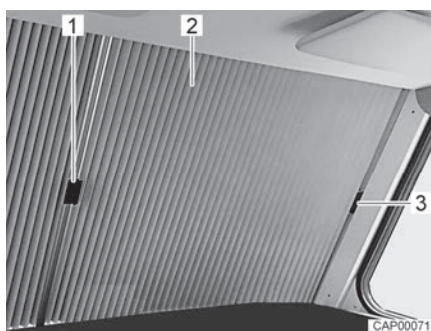

Fig. 11 Estor plegable para la luna delantera (cerrada)
- Empujar el asidero (Fig. 11,1) de cada una de las mitades de estor plegable (Fig. 11,2) hacia afuera insertándolos debajo de la cubierta en la columna A.
- Fijar el respectivo asidero en la cubierta (Fig. 11,3) encajándolo. De este modo, el oscurecedor de la luna delantera estará retenido de tal manera que no podrá cerrarse involuntariamente durante el viaje.